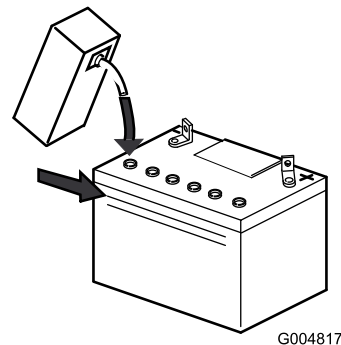

Figure 4
4. Versez lentement de l'électrolyte dans chaque élément jusqu'au trait supérieur sur le côté de la batterie (Figure 4).